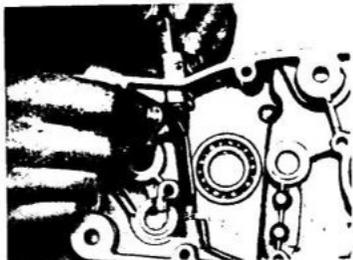

Abb. 44 Schaltgabel einbauen VI / 57 / 603
- a) Schaltgabel mit Scheibe, siehe Abb. 44, einsetzen und Schaltgabelwelle in die Gehäusebohrung so einsetzen, daß diese in die Schaltgabel eingreift,